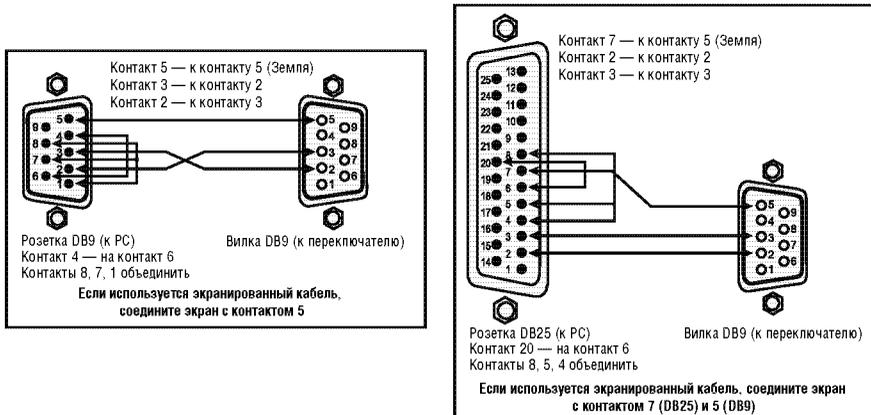

Рис. 4. Подключение компьютера без использования нуль-модемного адаптера
- Соедините разъем последовательного порта компьютера с разъемом DB9 *RS-232* на задней панели **VP-8x8** в соответствии со схемой на рис. 4 (показаны случаи использования на компьютере 9- и 25-контактного разъема):